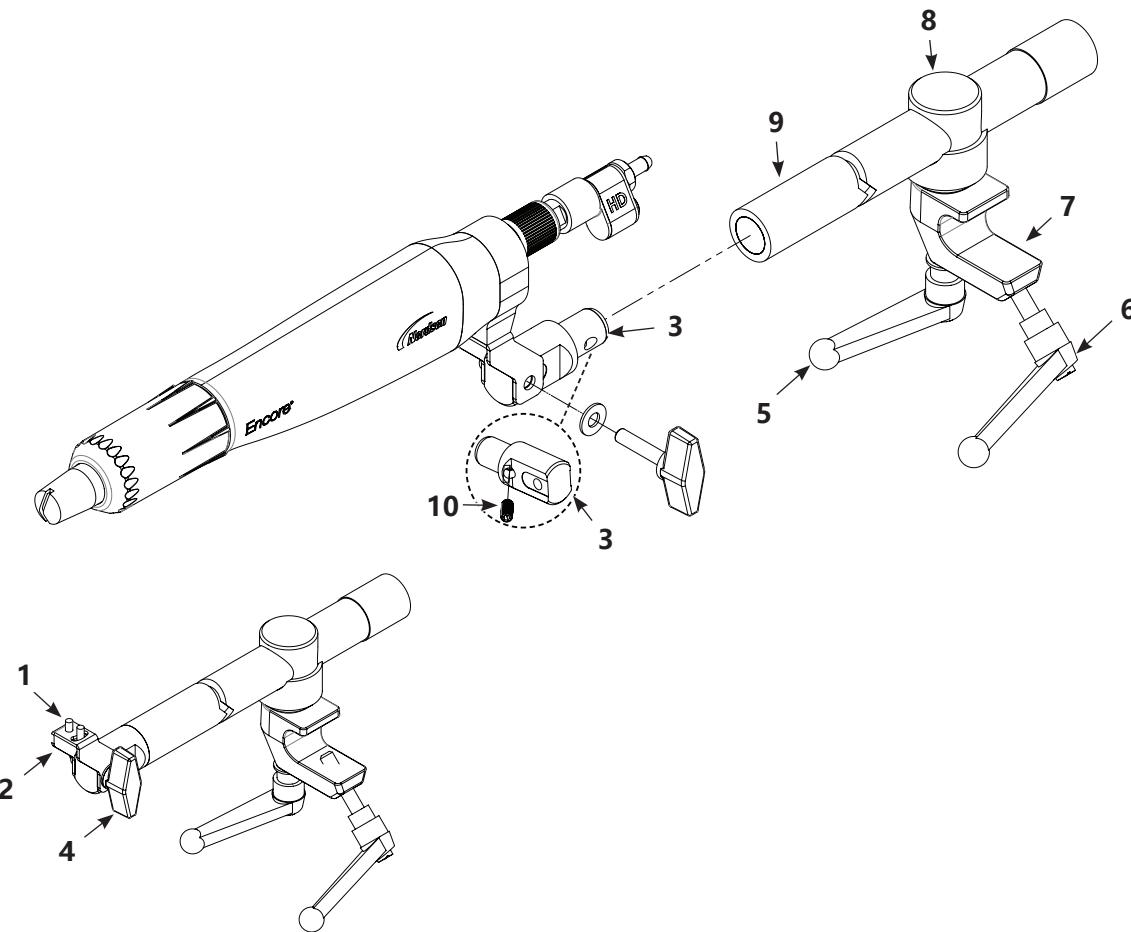

图 3-5 杆座喷枪安装
7. 参见图 3-5。将喷枪杆座适配器 (3) 装入枪杆 (9) 的末端，并用 4 mm 六角扳手拧紧固定螺钉 (10)，将其固紧。
- 要将喷枪尖端从一侧移到另一侧，松开圆头螺钉 (1)。
- 要向上或向下倾斜喷枪尖端，松开倾斜旋钮 (4)。
- 要旋转或调整锁定枪体 (8) 上的喷枪杆，松开旋转手柄 (5)。
8. 要将喷枪安装在固定喷枪架、振荡器或往复机上，将夹具 (7) 置于 1 in.长的安装杆上并拧紧夹具手柄 (6)。